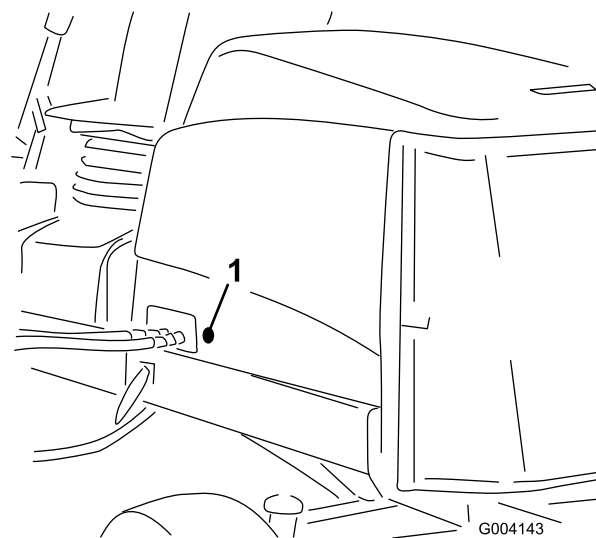

Рисунок 15
2. Извлеките резиновую втулку из отверстия с левой стороны капота (Рисунок 15).